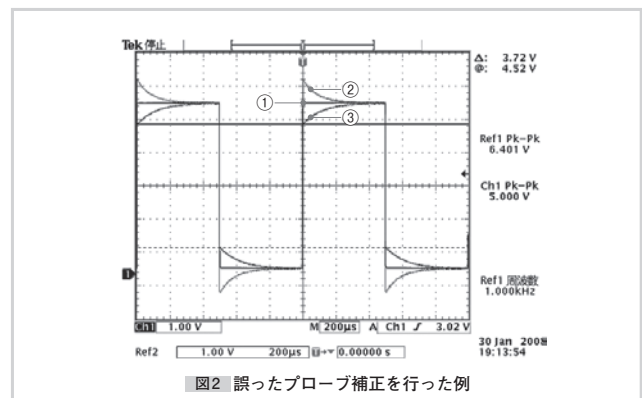
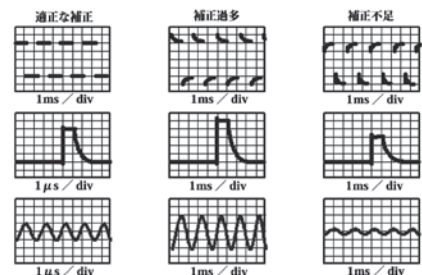

図2 誤ったプローブ補正を行った例
図3 プローブ補正の影響
続いて、図2をご覧ください。図2は、周波数1kHz、振幅5Vの安定したパルス波であるにもかかわらず、上下2つのパルス波(②と③の波形)の形そのものが異なります。先端部の振幅に注目してみると、本来5Vのはずの電圧が、上の波形は6.4V、下の波形は3.72Vとなっています。プローブ補正がずれた場合、測定結果はこんなに大きな誤差を生じてしまうのです(図3)。